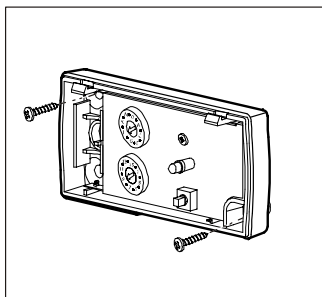

Fig. 5
3. Monter la partie inférieure horizontalement à l'endroit voulu, à l'aide de deux vis. Fig. 5. Eviter d'installer l'appareil à la verticale afin d'éviter les défauts d'étanchéité.